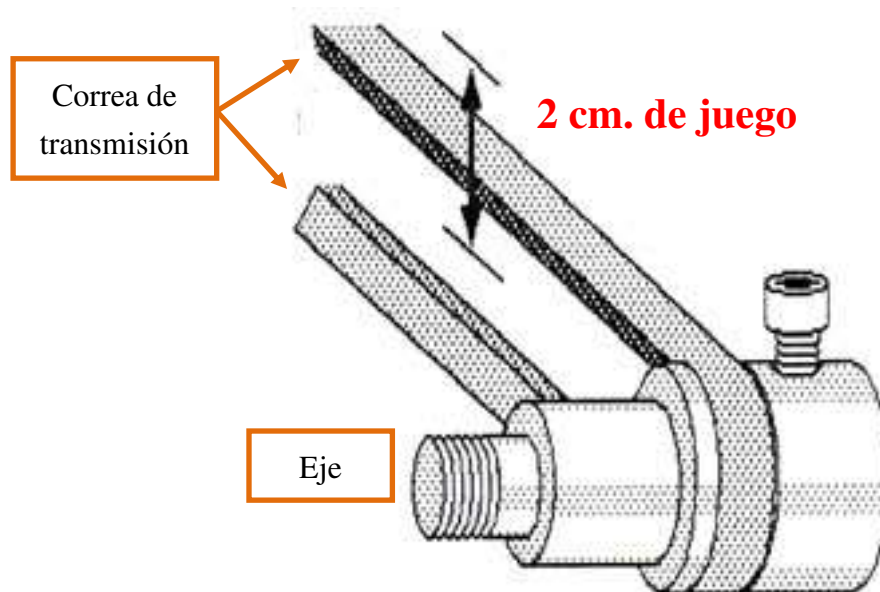

Figura 60
- 6) Asegúrese de que la correa tiene aproximadamente 2 cm. de juego (ver figura 60), en caso contrario, deslice la placa base y el motor en la dirección requerida para ello. Una vez que la correa tenga los 2 cm. de juego, apriete los 4 tornillos que fijan la placa base del motor al chasis de la máquina (ver figuras 57 y 58).